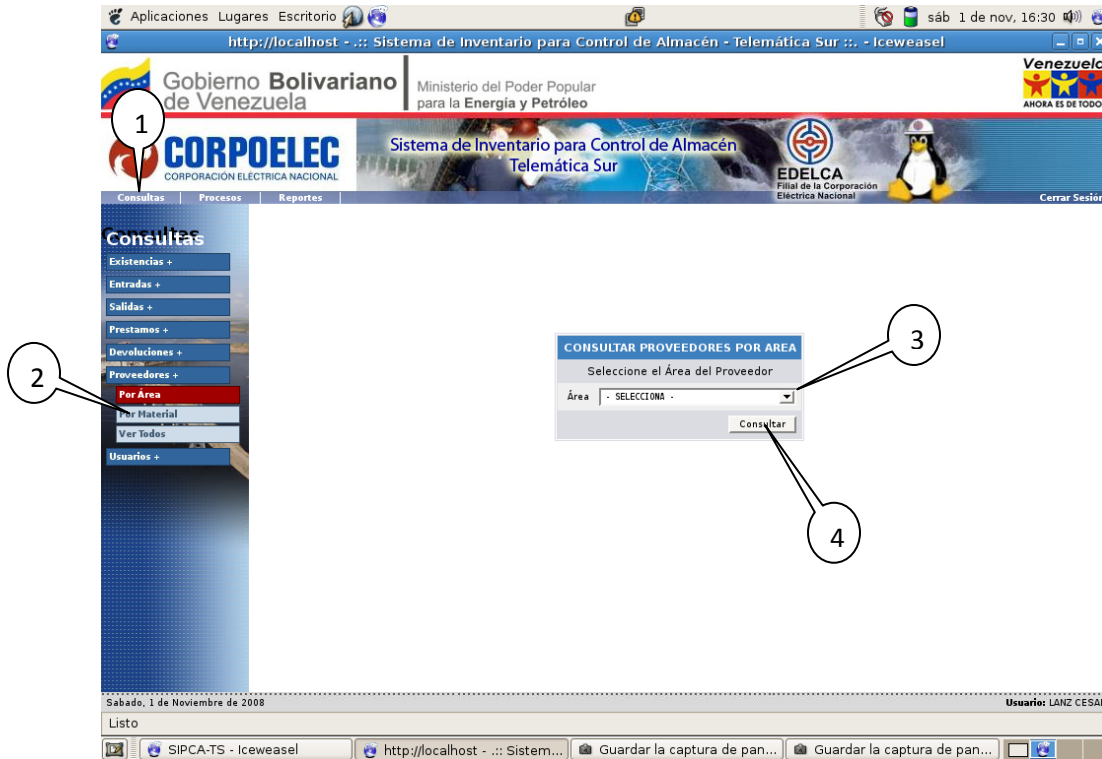

Figura 4.8. Consulta de Proveedores.
Para la consulta de proveedores se debe seleccionar primeramente en el menú principal el modulo de consultas (1), luego seleccionamos el tipo el de búsqueda en el menú secundario proveedores (2) el cual utiliza dos métodos de búsqueda que son por área de especialización del proveedor y por materiales que suministra dicho proveedor. En la imagen siguiente podemos observar la consulta por área de especialización en el cual se debe seleccionar alguna de las opciones al desplegar la lista (3) y por ultimo consultar (4); este mismo método se aplica a la consulta de proveedores por material, por ultimo tenemos la opción de ver todos los proveedores registrados en el sistema en el menú secundario. Ver figura 4.8.